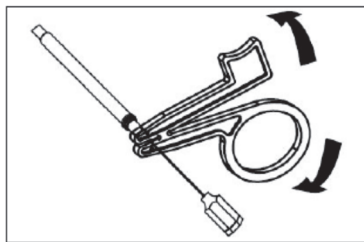

図1 スクリュー操作器具の使用方法
- (1) リードの固定前(スクリューの突出前)に、リード位置の変更回数を減らすため、心室のマッピングを行うことが推奨される。
- (2) 適切な位置に配置した後に、ターミナルピン(IS-1)にスクリュー操作器具を取り付けること。スクリュー操作器具のハンドルを握り、スクリュー操作器具の溝にターミナルピンをはめること(図1)。ハンドルを離し、スクリュー操作器具がターミナルピンに取付けられていることを確認すること。